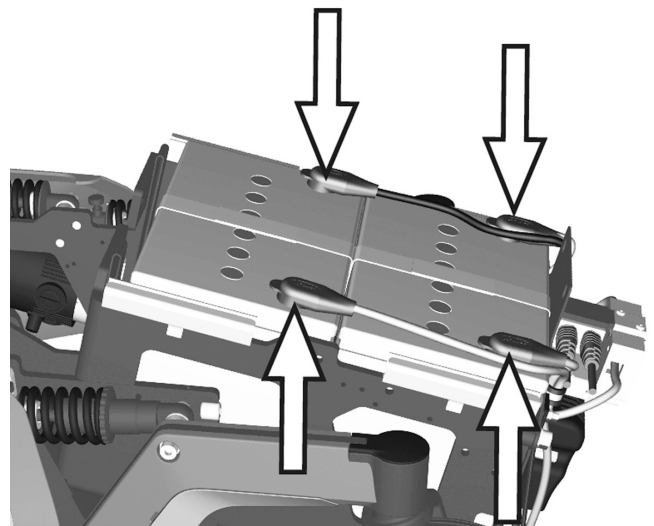

Abbildung 27. Die Batterien und deren Anschlüsse.
9. Batterieanschlüsse abklemmen. Siehe Abbildung. 27.